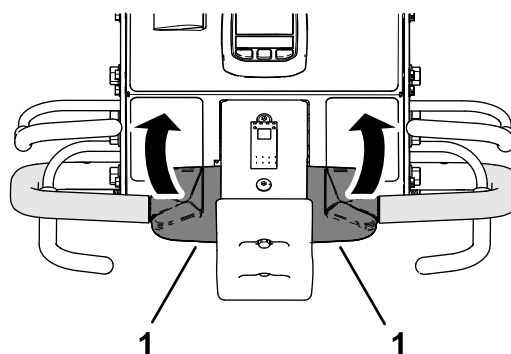

Figure 38
3. Tout en maintenant la barre de présence de l'utilisateur et la barre de commande d'aération, tournez le haut de la commande de déplacement en arrière (Figure 38).